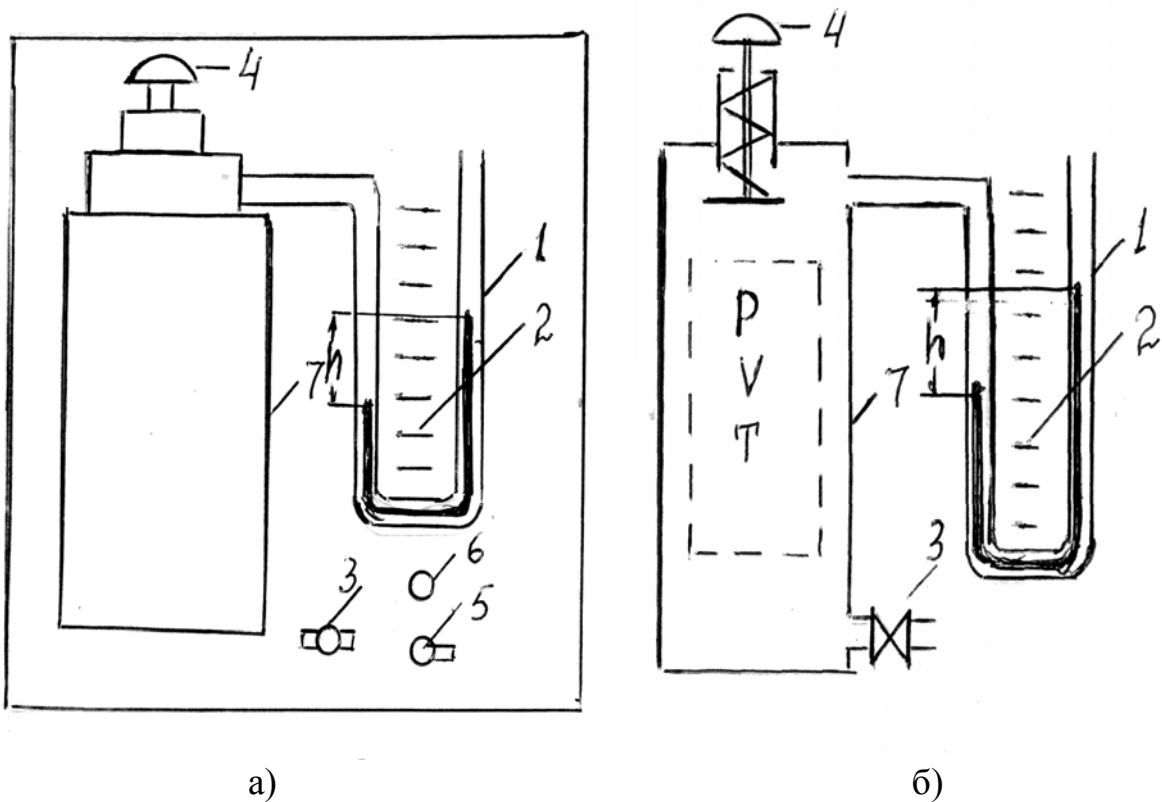

Рис.2. Схема лабораторной установки
Установка содержит стеклянный баллон (7), который при помощи пневмопривода (резиновых трубок) соединен с водяным манометром и компрессором (рис.2б). На передней панели установки (рис.2а) расположены: водяной U-образный манометр (1) с измерительной шкалой (2), кран К1 напуска воздуха (3), кран К2 сброса давления (4), тумблер включения микрокомпрессора «Компрессор» (5) с индикацией включения (6).